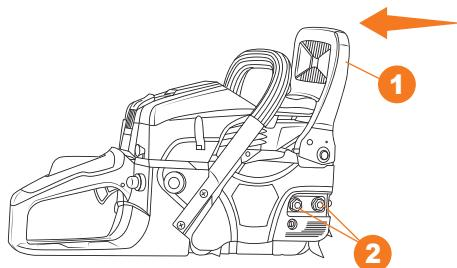

Рис. 4
1. Установите тормоз цепи ① в нерабочее положение, для этого потяните его на себя в направлении к передней рукоятке. Открутите гайки фиксации боковой крышки ② против часовой стрелки и снимите боковую крышку (Рис. 4).